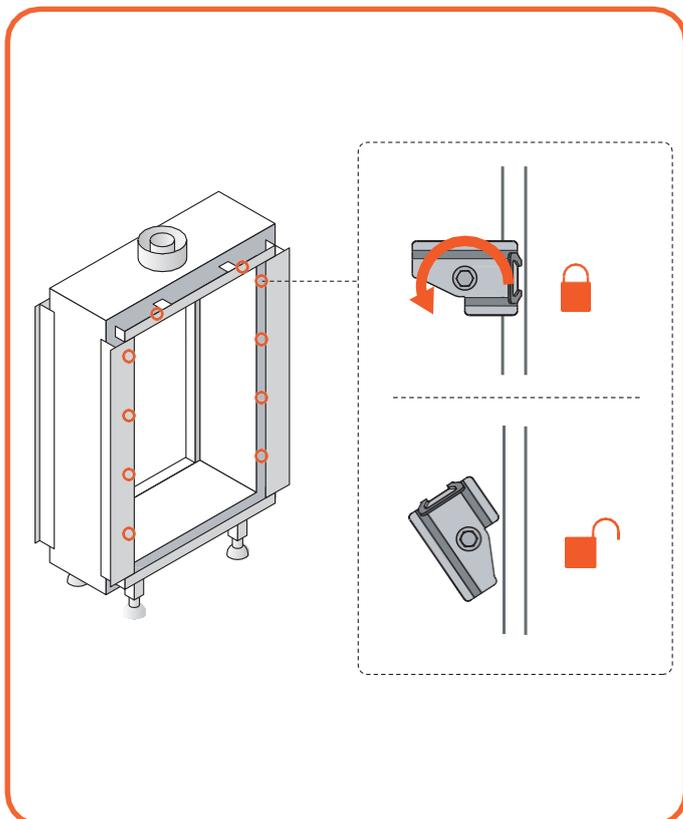
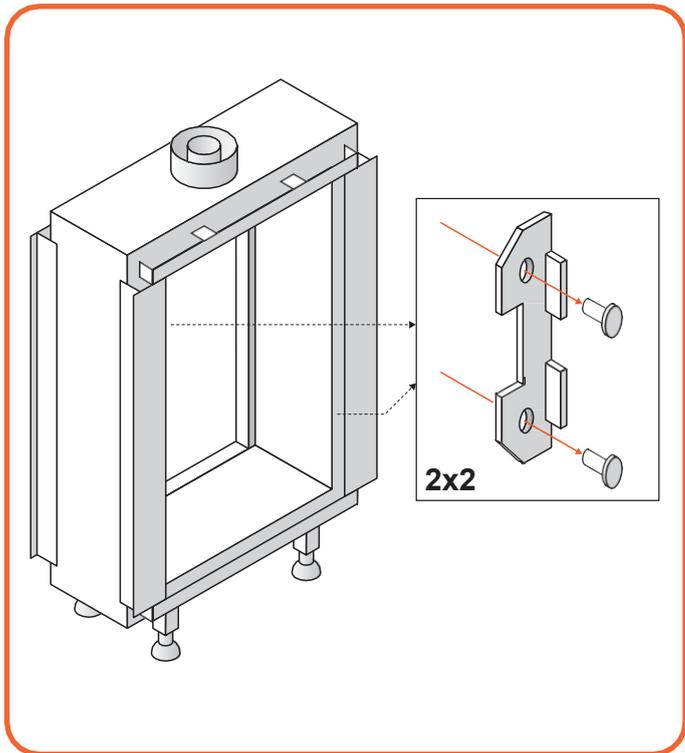

Fig. 10.8 Tourner les pinces pour libérer le verre
Fig. 10.10 Retirer les pinces à verre
- Déterminer quel type de pince à verre sera utilisé : Bornes à vis – passez à la figure 10.10 , ou bornes à ressort – passez à la figure 10.8
Si des pinces à verre vissées sont utilisées, continuez avec la figure 10.10.
Si des pinces à verre à ressort sont utilisées, continuez avec la figure 10.8.